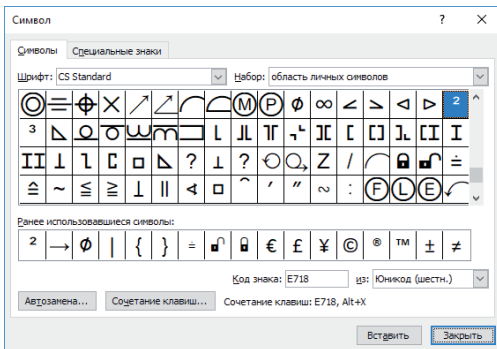

Рис. 24
- скопировать (*Ctrl+C*) из спецсимволов специальный символ (рис. 24), вставить (*Ctrl+V*) его в поле `{int(rArea*100)/100}{”`, м □”} и получить в результате `14,02 м2`;